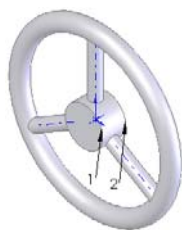

图 4-44 圆周阵列后的图形
**19** 圆周阵列实体。在菜单栏中选择“插入”→“阵列/镜像”→“圆周阵列”命令, 或者单击“特征”工具栏中的“圆周阵列”图标按钮, 此时系统弹出如图 4-43 所示的“圆周阵列”属性管理器。按照图示进行设置后, 单击属性管理器中的“确定”图标按钮, 结果如图 4-44 所示。
**20** 圆角实体。在菜单栏中选择“插入”→“特征”→“圆角”命令，或者单击“特征”工具栏中的“圆角”图标按钮，此时系统弹出“圆角”属性管理器。在“半径”一栏中输入 3，然后选择图 4-44 中的边线 1 和边线 2。单击属性管理器中的“确定”图标按钮.